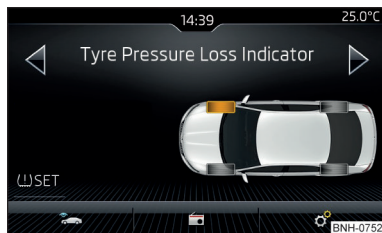

Fig. 208
- Pulsar la superficie funcional  SET » fig. 208.
En caso de las luces de control iluminadas  en el cuadro de instrumentos pueden mostrarse en el Infotainment los neumáticos afectados » fig. 208.